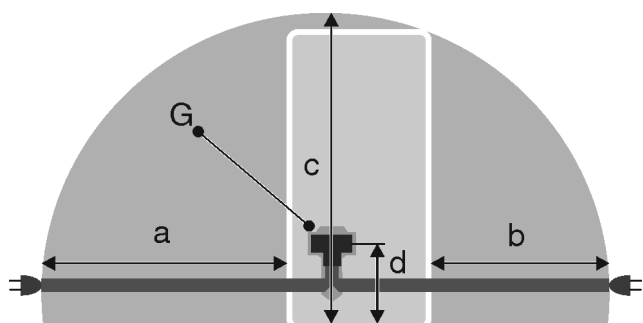

Fig. 48
- 插座位于给定区域内的设备后面板区域之外 Fig. 48 (a, b, c)。
- ▶ 将设备插头 Fig. 48 (G) 插入设备背面。确保正确地插入到位。